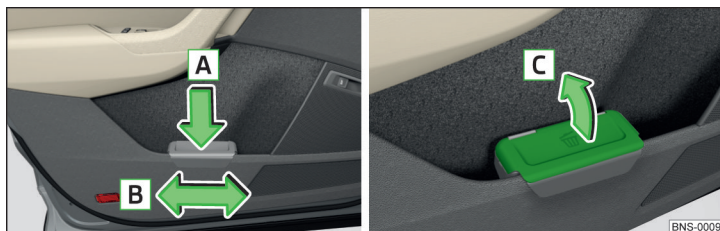

Fig. 115 Poubelle : insérer et déplacer / ouvrir
- Enfoncez la poubelle dans la partie arrière dans le sens de la flèche **A** » fig. 115.
- Retirer la poubelle dans le sens contraire à la flèche **A** » fig. 115.
- Relevez le couvercle dans le sens de la flèche **C** » fig. 115.